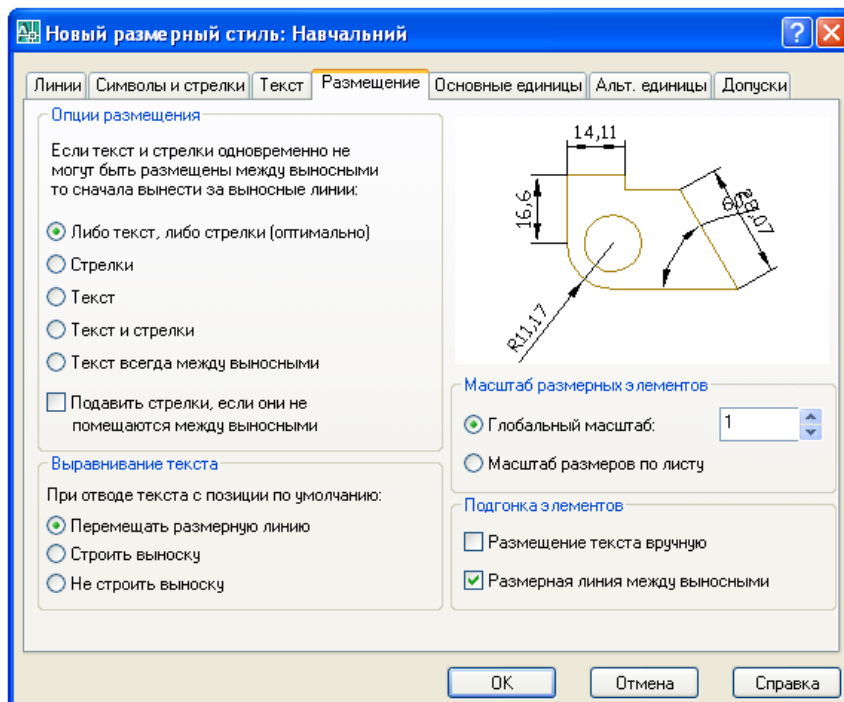

Рис. 1.42. Вид розмірного стилю по закладці «Размещение»
– по закладці «Размещение» – установить метку на «Размерная линия между выносными» (рис. 1.42)